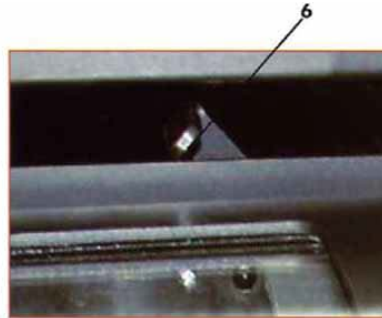

Рисунок 1: дверца заблокирована
Для очистки стекла можно открыть откидную дверцу очага. С этой целью вначале заблокируйте дверцу в закрытом положении, наклонив стопорный рычаг (6) (рис. 1) влево. (№ 35 см. рисунок ниже) Теперь можно разблокировать при помощи прилагаемого специального инструмента (№ 23 см. рисунок ниже) блокировку (7) (рис. 3) с левой стороны, как показано на рисунке. После этого можно открыть и почистить дверцу.